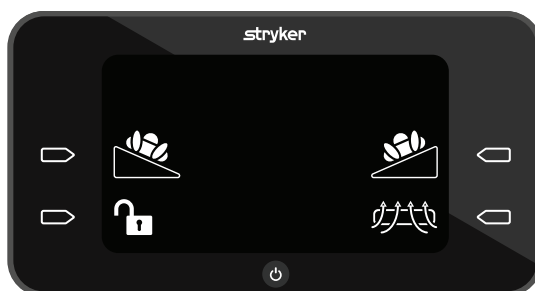

Figure 9 – FPA désactivée
2. Appuyer sur le bouton **Action** à côté de l'icône désactivée (en blanc) FPA pour activer cette fonction (Figure 9).